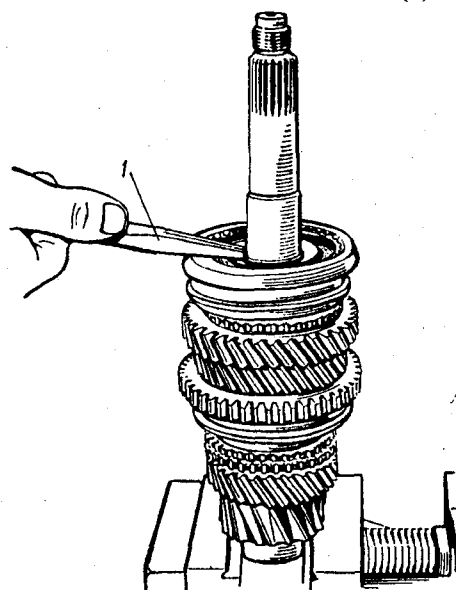

Рис. 3.29. Снятие стопорного кольца ступицы муфты включения первой и второй передач: 1 – шипцы
- ✓ щипцами снять стопорное кольцо с канавки (рис. 3.29);